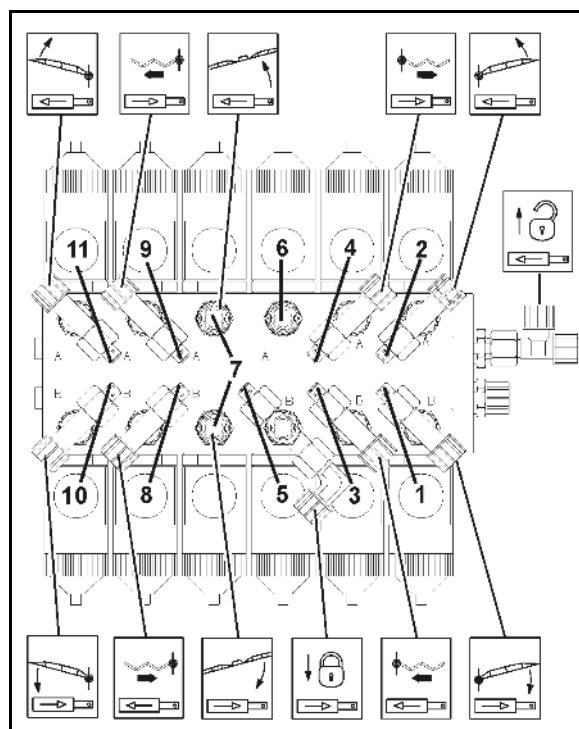

Bild 199
1. Skruva av kåpan (Bild 199/1) från hyttaket.